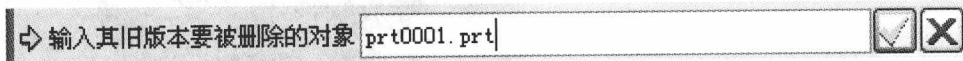

图 1-9 输入旧版本要被删除的对象
(3) 备份 将对象备份到指定目录。执行“文件”→“备份”命令，可以在指定目录下以同名的方式保存文件。
(4) 拭除文件 拭除文件是指将文件从内存中清除，而磁盘上的文件仍然保留。拭除文件分两种情况：一是从进程内存中拭除当前活动窗口中的对象，其菜单命令为“文件”→“拭除”→“当前”；二是从进程内存中清除所有不在窗口中的对象。其菜单命令为“文件”→“拭除”→“不显示”。
(5) 删除文件 删除文件和拭除文件是有区别的，删除文件是指将相应文件从磁盘中永久地删除。当执行“文件”→“删除”→“旧版本”命令时，出现如图 1-9 所示的提示信息，输入对象名称，单击 ☒ (接受) 按钮，则可删除该文件的所有旧版本。